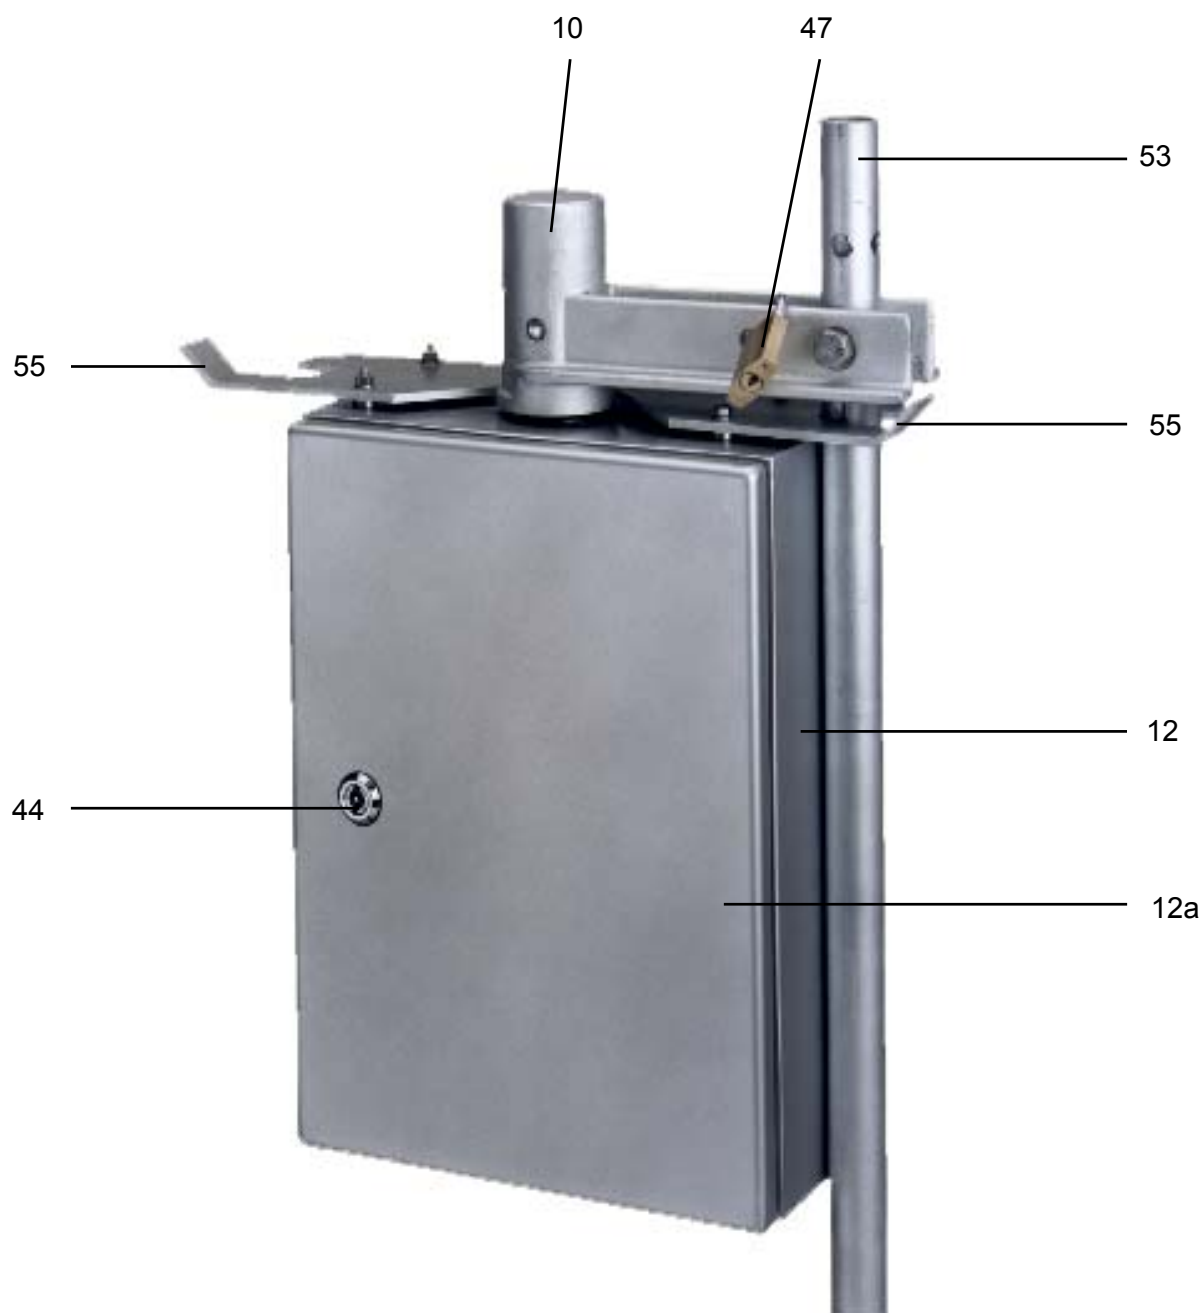

Fig. 1
Il meccanismo di comando manuale è azionato da una leva di manovra (53) che può essere chiusa da un lucchetto a entrambe le estremità, come illustrato in Fig. 1.